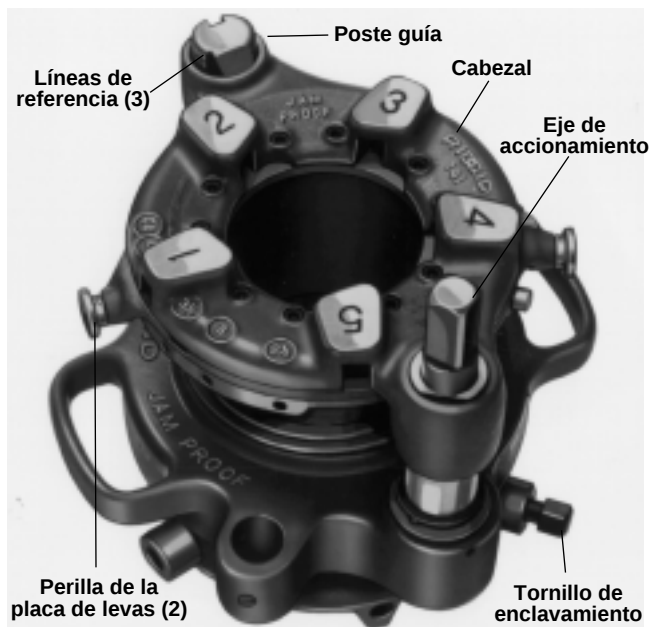

Figura 13 – Roscador a engranajes No. 141 con el eje de accionamiento apuntando hacia arriba (Roscadora No. 161 es similar)
2. Tire de las perillas de la placa de levas (*Figura 13*) y gire la placa de levas hasta la marca del tamaño deseado en la parte superior del cabezal de terrajas. Suelte las perillas cuando los pasadores de ubicación caigan en los agujeros en la placa de selección.
Agarre el portapiezas y gire el extremo cuadrado del eje de accionamiento o gire la caja de engranajes a mano hasta las líneas de referencia respectivas en el poste guía (*Figura 13*).
2. Tire de las perillas (*Figura 13*) y gire la placa de levas hasta la marca CD en la parte superior del cabezal de terrajas.
8. Con una llave de cubo, apriete firmemente el tornillo de enclavamiento del portapiezas (*Figura 13*).
- Deslice la boquilla cuadrada del Árbol Universal de Propulsión No. 840A por sobre el extremo cuadrado del eje de accionamiento del roscador y apriete los dos (2) tornillos de retención.
Roscadores 141 y 161 – Pise el interruptor de pie y retroceda el roscador una o dos revoluciones. Para desenclavar las terrajas del tubo, tire de las perillas (Figura 13) y gire la placa de levas, hasta donde sea posible, hacia la marca CD en el cabezal.
Roscadores 141 y 161 – Afloje el tornillo de enclavamiento (Figura 13) y gire el portapiezas a la posición de OPEN (abierto). Saque el roscador.